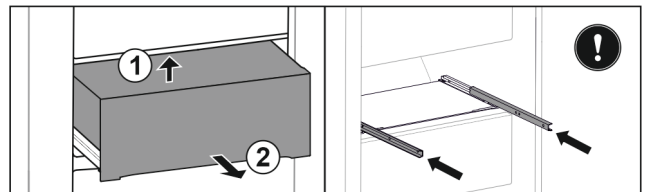

Fig. 35*
- ▶ Von unten hinten anheben Fig. 35 (1).*
- ▶ Nach vorne entnehmen Fig. 35 (2).*